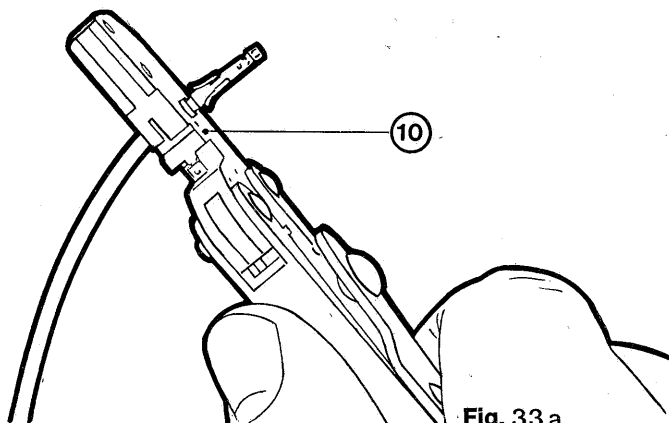
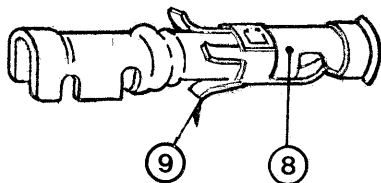

**Fig. 33**
Fig. 33c
**9.11.1. Spina-presa sull'interruttore fissa (fig. 33)**
- e) sistemare il terminale a tubetto (8) (fig. 33c) nella pinza aggraffacavi (fig. 33a); inserire da sinistra l'estremità del cavetto liberata dall'isolante per una lunghezza di circa 1 cm
- f) serrare a fondo la pinza (10)
- g) inserire quindi da sinistra nella base della presa (7) il terminale completo di cavetto fino a che le alette (9) si sono incastrate nelle rispettive sedi
**Fig. 33 a**
- h) qualora risultasse necessaria l'estrazione nel terminale, si utilizzi l'attrezzo (11) operando nel modo seguente:
- inserire a fondo da destra l'attrezzo nell'alloggiamento del terminale da estrarre (l'attrezzo deve liberare le alette (9) dalle rispettive sedi)
- spingere il pistone (12) verso sinistra fino a provocare l'espulsione del terminale interessato.